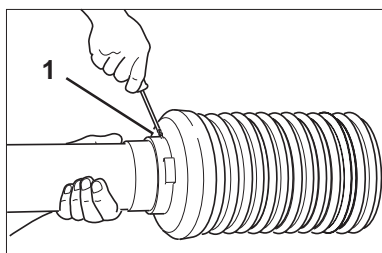

Fig. 5.3
- Arretierungsschraube (Fig. 5.3/1) herausschrauben.